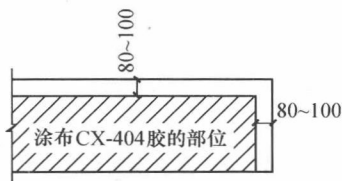

图 1-3 涂刷基层胶黏剂部位(单位:mm)
涂刷基层胶黏剂	涂刷基层胶黏剂时,应先将氯丁橡胶系胶黏剂(或其他基层胶黏剂)的铁桶打开,用手持电动搅拌器搅拌均匀,即可进行涂刷基层胶黏剂。 (1)在卷材表面涂刷。应先将卷材展开,摊铺在平整、干净的基层上(靠近铺贴位置),用长柄滚刷蘸满胶黏剂,均匀涂刷在卷材的背面。涂刷厚度要合宜,既不要刷得太薄而露底,也不得涂刷过多而聚胶。但是,卷材搭接缝部位不得涂刷胶黏剂,此部位留作涂刷接缝胶黏剂用,如图 1-3 所示。 涂刷胶黏剂后,经静置 10~20 min,待指触基本不粘手时,即可将卷材用纸筒芯卷好,进行铺贴。打卷时,要防止砂粒、尘土等异物混入。 有些卷材在涂刷胶黏剂后,不用静置即可铺贴卷材,因此,在施工前应认真阅读产品说明书。 (2)在基层表面上涂刷。待表面上的基层处理剂基本干燥后,可用长柄滚刷蘸满胶黏剂,均匀涂刷。基层表面应洁净;涂刷时要均匀,切忌在一处反复涂刷,以免将底胶“咬”起。涂刷后,经过干燥 10~20 min,指触基本不粘手时,即可铺贴卷材